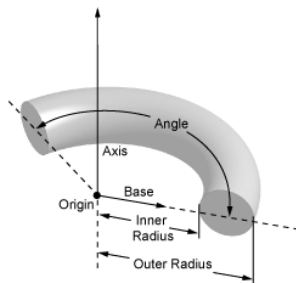

图 3-72 圆环
- 圆环，由  **Torus** 按钮提供，参数如图 3-72 所示。